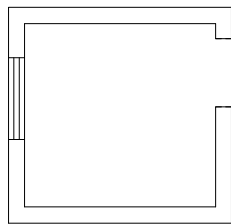

图 2-77 打开任意洁具素材
**01** 按 Ctrl+O 组合键,打开配套光盘提供的“第2章/2.3.3 任意洁具.dwg”素材文件,结果如图 2-77 所示。